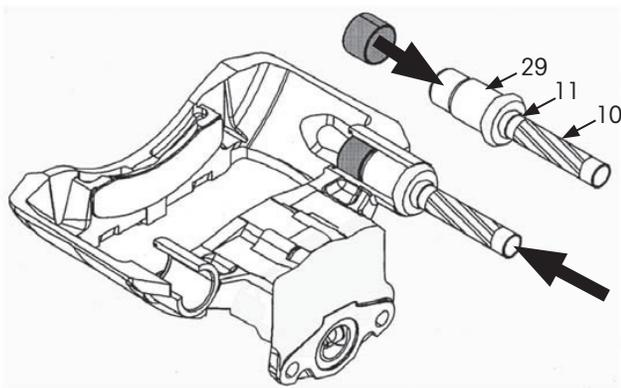

Figura 55: Inserción de guía larga del buje interno
- A. Ensamble y use los números 10, 11 y 29 para presionar el buje interno en el agujero del caliper de freno hasta que la herramienta se detenga (Figura 55).